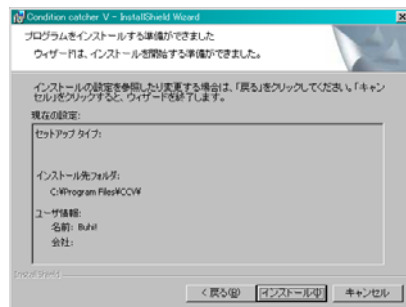
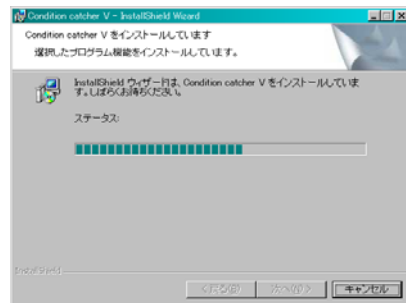

図7. インストール画面4
図8. インストール画面5
- ⑤次に、図7の画面が表示されます。『インストール』ボタンをクリックするとインストールを開始し図8の画面が表示されます。